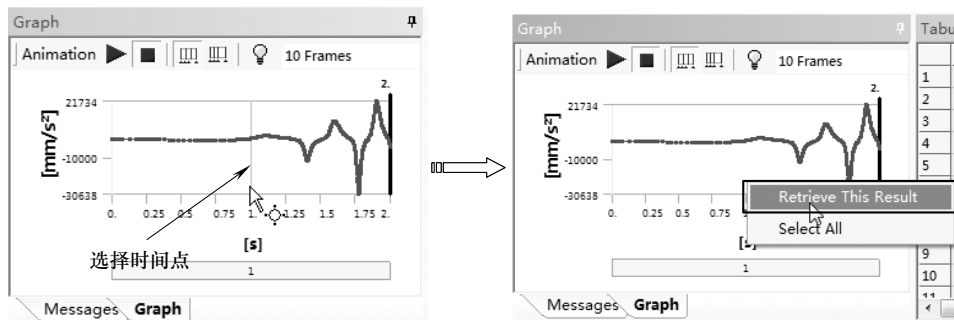

图 10-59 提取加速度结果
1) 在加速度结果图中，在响应曲线上选择感兴趣的时间点 1s，单击鼠标右键，在弹出的快捷菜单中选择【Retrieve this Result】命令，如图 10-59 所示。